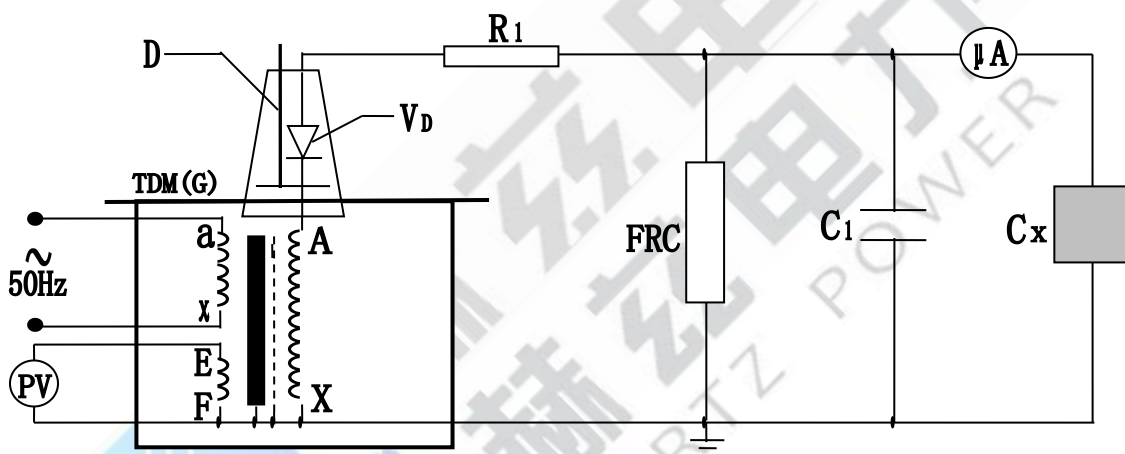

图 7：高压直流泄露试验接线图
2、TDM(G)工频耐压试验装置在做被试品的直流耐压或泄露试验时接线原理图如图 7。
注：此试验应先抽出短路杆“D”，图 7 中所示。